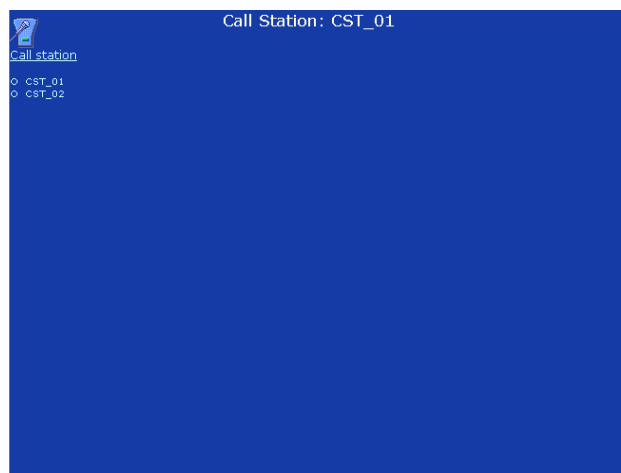

figura 36.5: Selezione di zona, passaggio 1
- 1 Andare a *Configure > Action programming > Call station*. Nella cornice principale dell'interfaccia web appare una schermata simile a quella in figura 36.5.